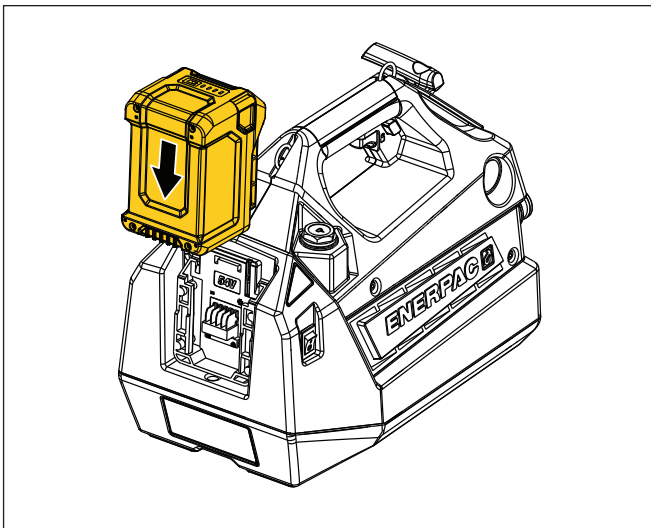

Abbildung 3: Akku einsetzen (typisch)
- **Akku einsetzen:** Schieben Sie den Akku bis zum Anschlag auf die Akku-Schnittstelle des Akkuwerkzeugs. Stellen Sie sicher, dass der Akku richtig einrastet. Siehe Abbildung 3.